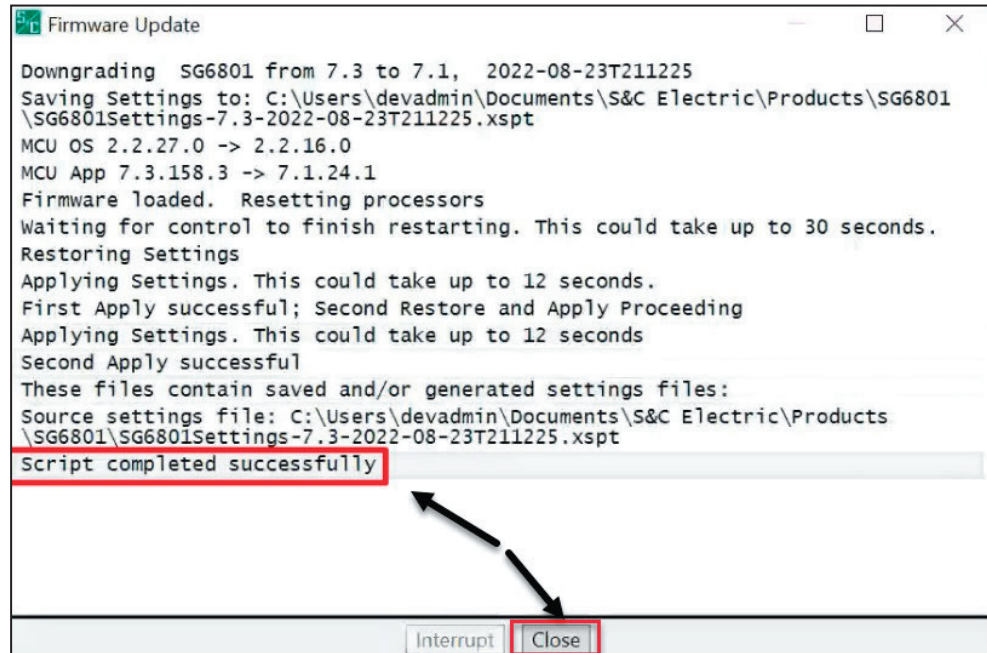

Figura 50. El aviso “Script completado con éxito”.
**PASO 18.** Cuando se indique “Script completed successfully” (“El Script se ha completado con éxito”) en la ventana de diálogo Firmware Update (Actualización del Firmware), haga clic en el botón **Cerrar**. Ver Figura 50.